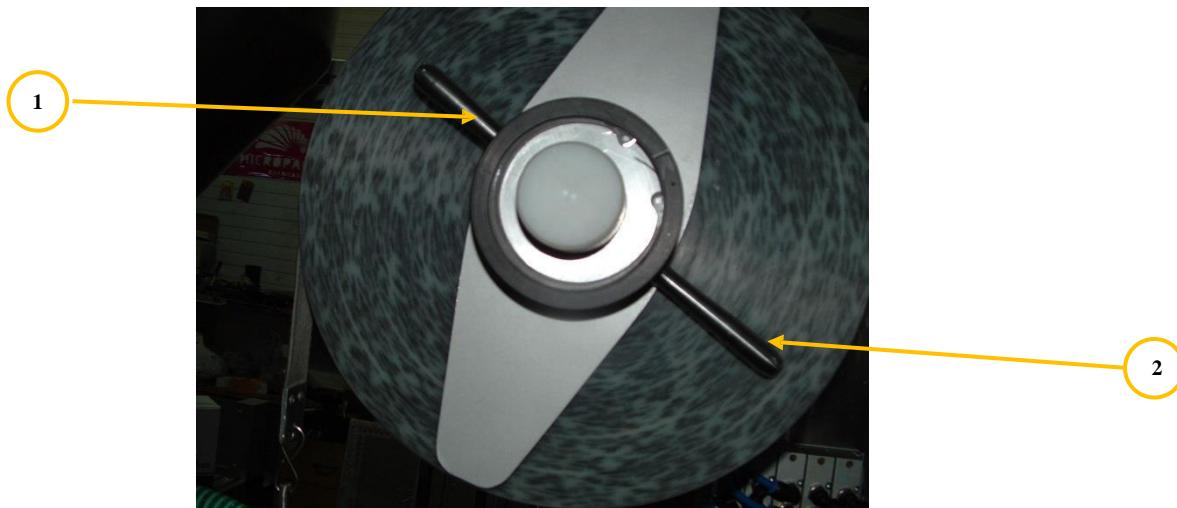

Fig. 5.2-6
- Rola de folie este fixata pe ax cu ajutorul unui sistem de centrare cu doua conuri (fig. 5.2-6), dintre care unul este de tip “quick – release” (eliberare rapida). Celalalt con se poate bloca pe ax cu un surub imbus.